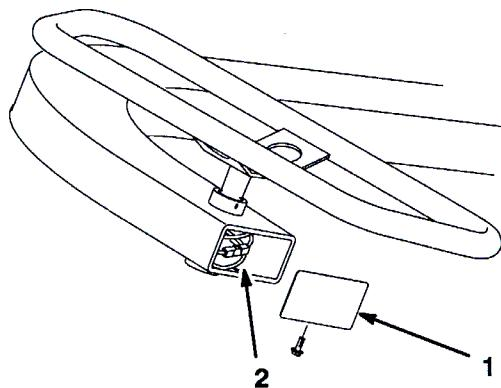

図 53
2. ケーブル端部のネジ切り部を全部使ってもたるみを取ることができなくなったら、ケーブルの交換が必要です。時々、ステアリング・コラムのカバーを外し、ハンドルの下にあるブーリとケーブル部を点検してください（図53）。